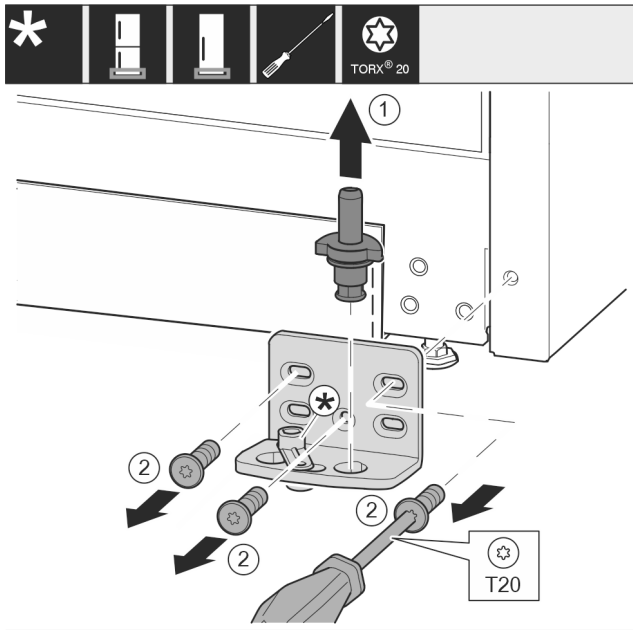

Fig. 16 \*
- Lagerbolzen Fig. 16 (1) komplett nach oben herausziehen.\*
- Schrauben Fig. 16 (2) mit Schraubendreher herausdrehen und Lagerbock abnehmen.\*